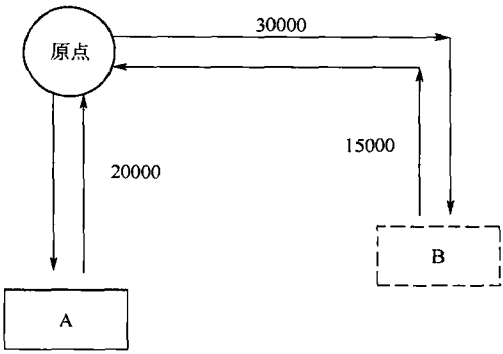

图 4-234 步进电动机控制机械手
(1) 控制要求 如图 4-234 所示，机械手将物体由 A 点搬运到 B 点，其手臂左右和上下移动采用步进电动机控制丝杠进行移动，其动作过程是：按启动按钮，回原点后，手臂放松（有电放松），步进电动机驱动手臂下降，20000 个控制脉冲后，到达 A 点，机械式动作，夹紧工件，2s 后上升，上升到原点位置后右移 30000 个脉冲，再下降 15000 个脉冲到达 B 点，放松工件，2s 后原路返回到原点位置等待下次运行；原点位置设 2 个零位检测开关，PLC 使用晶体管输出 PLC，步进放大器使用标准步进放大器。